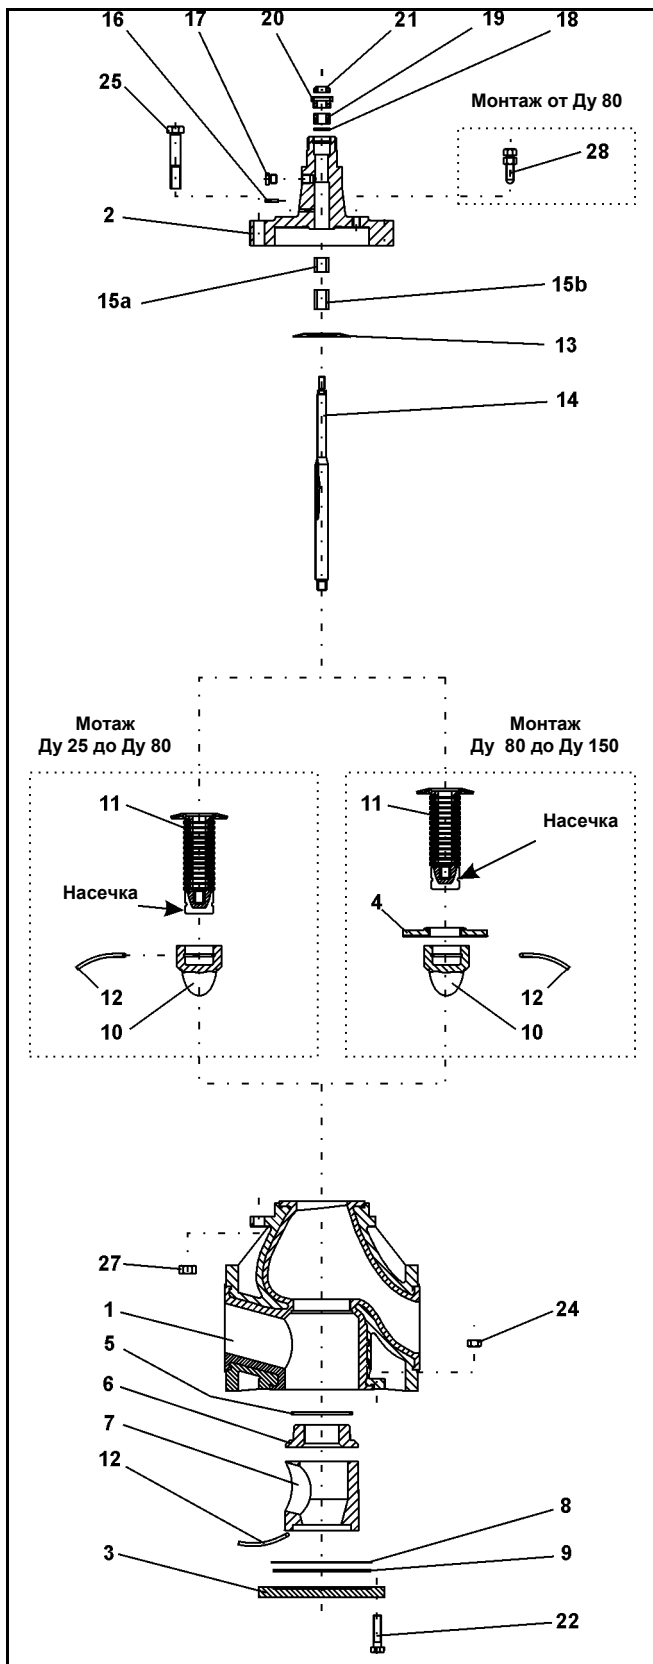

Рис. 6 – детальная схема клапана BR 1a
**Примечание:** Приведенное в детальной схеме, (Рис. 6) расположение деталей при монтаже должно соблюдаться, безусловно.